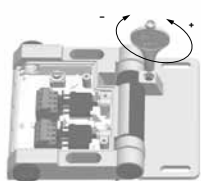

図6
5. 調整工具で、NC接点が最大許可扉開口角度時に安全に開かれるように調整して下さい。時計回り方向に回すとスイッチング角度が小さくなり、反時計回り方向に回すとスイッチング角度が大きくなります。(図6参照)強制開離角度は、調整されたスイッチング角度よりも7°大きくなります。